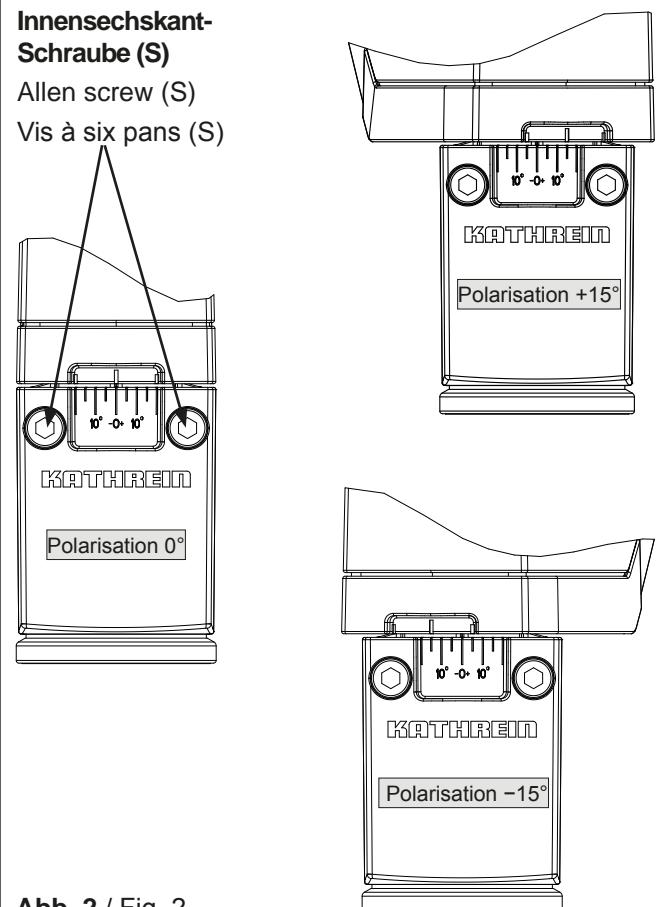

Abb. 2 / Fig. 2
Polarisations-Voreinstellung (Abb. 2)
1. Beide Innensechskant-Schrauben (S) lockern.
2. Durch Drehen des Speisesystems die Referenzmarke auf den Wert lt. Polarisations-Voreinstellungs-Tabelle einstellen (siehe Abb. 2)
3. Die Innensechskant-Schrauben (S) gleichmäßig im Wechsel festziehen. Anzugsdrehmoment: Max. 4,5 Nm
Setting the polarisation (Fig. 2)
1. Loosen both Allen screws (S).
2. Turn the feed system to set the reference mark to the value given in the polarisation pre-setting table. (see fig. 2)
3. Tighten the Allen screws (S) evenly, alternating between both. Torque: max. 4.5 Nm
Ajustage de la polarisation (Fig. 2)
1. Desserrer les deux vis à six pans creux (S).
2. Tourner le système d'alimentation pour régler le repère de référence sur la valeur indiquée dans le tableau de préajustage de la polarisation (voir la fig. 2)
3. Serrer les vis à six pans creux (S) de manière homogène en alternance. Couple de serrage : maxi. 4,5 Nm